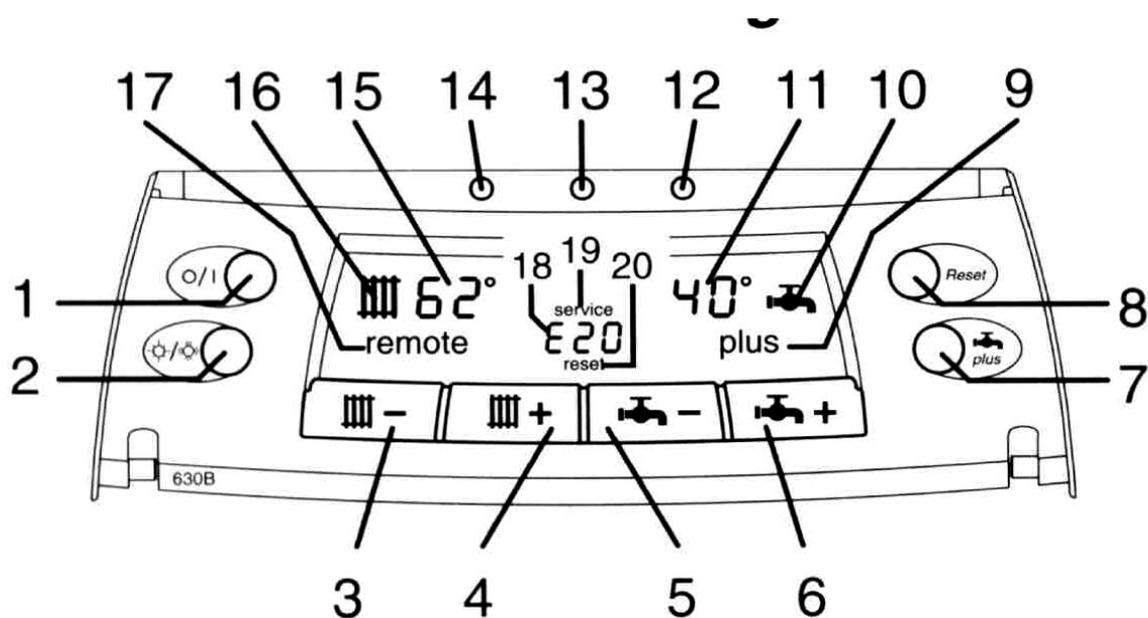

Рис.30
- Нажатие этой кнопки повторно включает котел после его блокировки, в случае, когда это делается потребителем, при этом загорается постоянным светом красный индикатор, и в центре дисплея появляется код перенастройки (поз.18 и 20 на рис.30)
Напоминаем Вам, что блокирование котла, когда зажигается мигающий красный индикатор, и на дисплее появляется знак Обслуживание (Сервис-сервис), (поз.18 и 19 на рис.30) не устраняется потребителем путем нажатия кнопки Перенастройки, а требует ремонта сервисной службы.
- Когда **горит не мигая**, это означает, что произошла блокировка, устраняемая потребителем, при это на дисплее появляется код с надписью “перенастройка” (reset) (см. рис.30, поз.18 и 20). Прочитайте раздел 4 “Блокирование котла и коды неполадок” с тем, чтобы выяснить причину и что нужно делать для устранения неисправности, затем повторно включить котел нажатием кнопки 8 “перенастройка” (reset).
Когда этот **индикатор мигает**, и в центре дисплея появляется надпись Сервис (service) (см. рис.30, поз 18 и 19), необходимо вызывать квалифицированного технического специалиста.